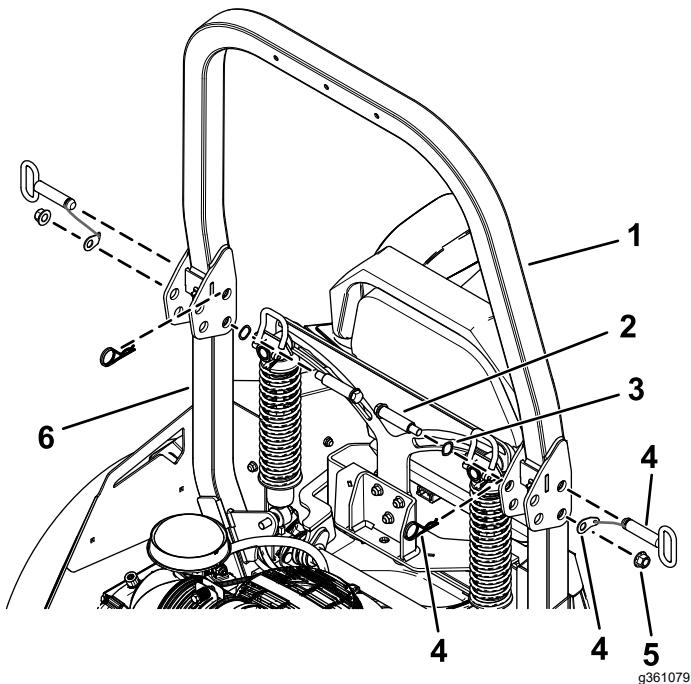

Figura 5
- Fissate i gruppi roll bar inferiori al gruppo roll bar superiore utilizzando 2 bulloni di spallamento, 2 rondelle elastiche, 2 dadi di bloccaggio ($\frac{1}{2}$ ") e un gruppo spina pieghevole (Figura 5).